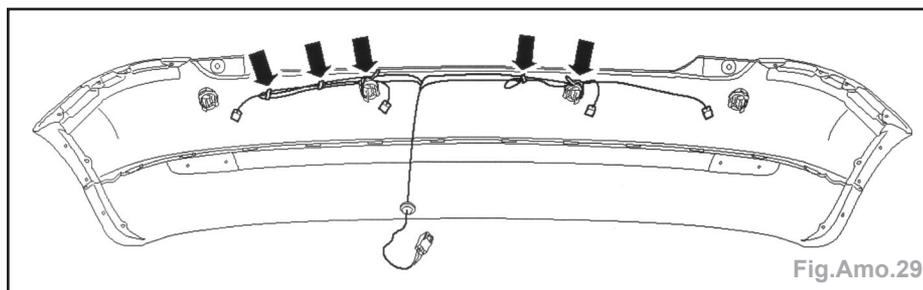

Fig.Amo.29
- Fixer le faisceau de câblage des capteurs d'aide au stationnement sur le bouclier (Fig.Amo.29).